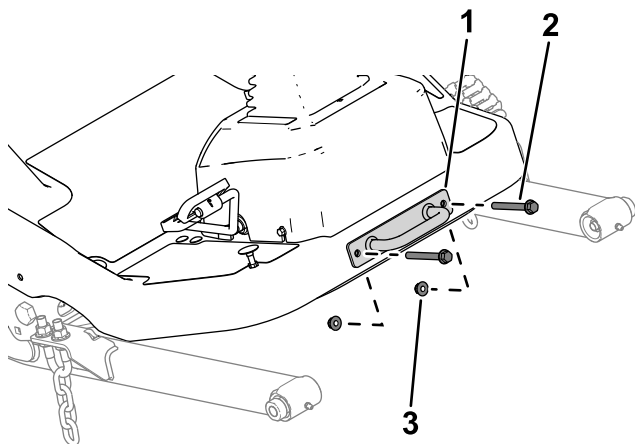

Figura 17
1. Rimuovete la staffa di ancoraggio dalla piattaforma (Figura 17).